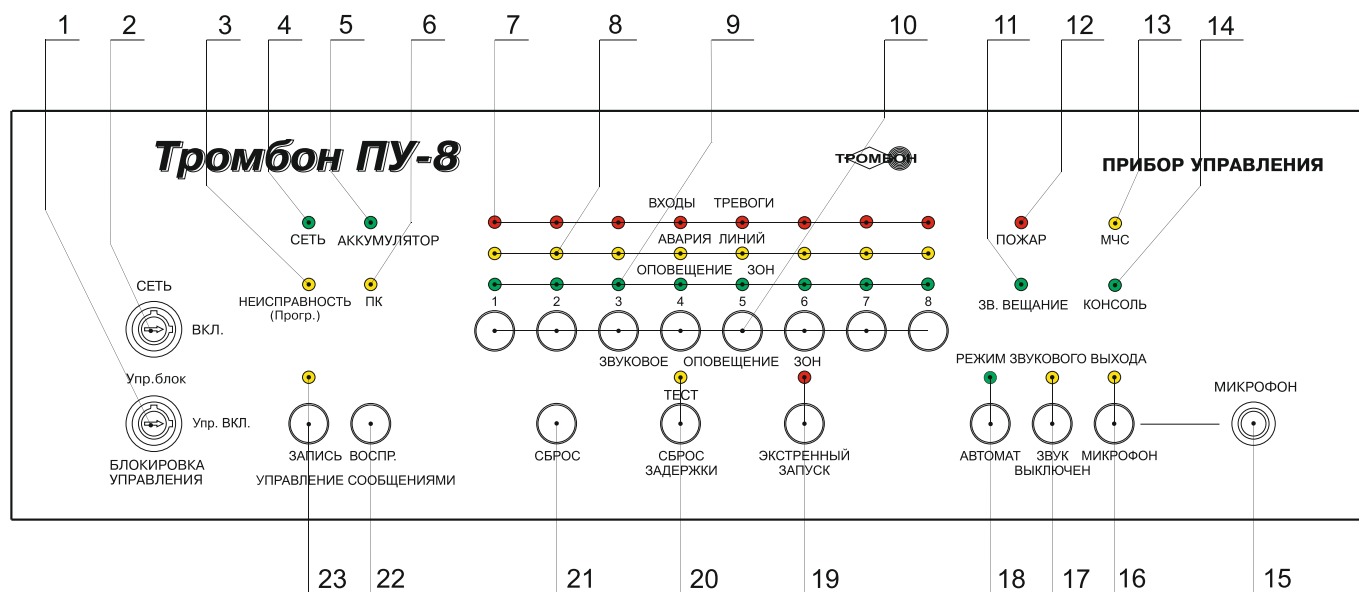

Рис. 1. Внешний вид ПУ «Тромбон ПУ-8» и расположение органов управления и индикации.
Входы пожарной сигнализации прибора «Тромбон ПУ-8» реагируют на замыкание контактов на выходе ППКП. Для управления оповещением в автоматическом режиме к этим входам необходимо подключить столько выходов ППКП, сколько имеется зон оповещения. При получении от ППКП командного сигнала (замыкания) на любой из входов, Прибор переходит в режим «Тревога» что подтверждается зажиганием индикаторов «Пожар» и индикаторов «Входы тревоги», соответствующих тревожным входам (рис.1 поз. 7, 12).
4. Другие значения сопротивления линии связи, воспринимаются Прибором как авария линии связи с ППКП. На передней панели Прибора загораются индикаторы «АВАРИЯ ЛИНИЙ», соответствующие номеру неисправных линии связи с ППКП и индикатор «НЕИСПРАВНОСТЬ» (рис. 1, поз. 3, 8). Прибор включает реле на выходе «Авария» и периодически издает звук зуммера.
Вход в режим «Тест» возможен только в дежурном режиме работы ПУ. Для входа в режим «Тест» необходимо нажать и удерживать в течение 5 секунд кнопку «Тест» (рис. 1, поз. 20).
Основной режим работы Прибора. В этом режиме все реле Прибора выключены, питание на усилитель мощности не подается. В «Дежурном режиме» Прибор выполняет контроль входов пожарной сигнализации, входа МЧС и контроль линий связи с оповещателями. В «Дежурном режиме» на передней панели Прибора горят индикаторы «СЕТЬ», «АККУМУЛЯТОР» и «АВТОМАТ» (рис. 1, поз. 4, 5, 18).